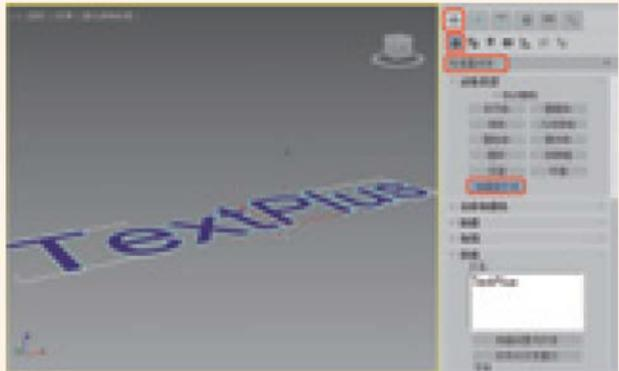

图4-42 创建文本
- 01 选择【创建】+【几何体】■【标准基本体】|【加强型文本】工具，在视图中单击鼠标，创建的文本对象效果如图4-42所示。